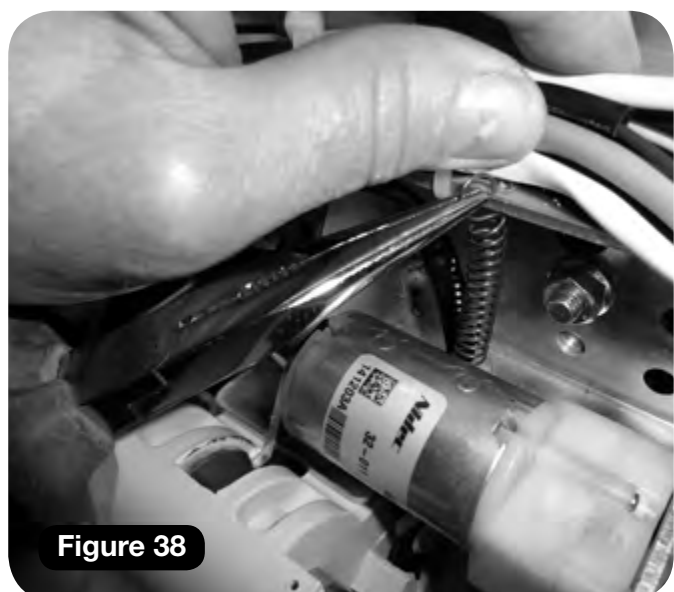

Figure 38
- d Posez le ressort sur le support principal de fixation du châssis (**Figure 38**).